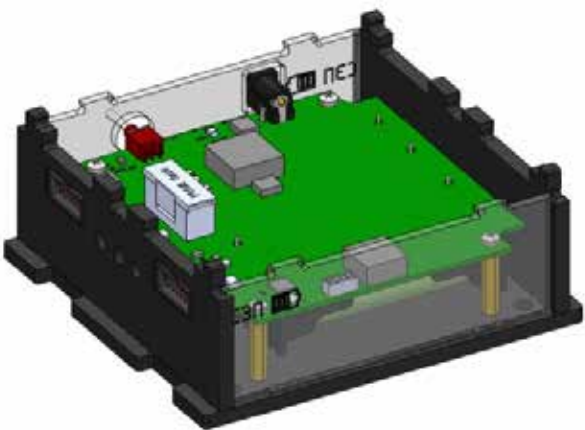

Рисунок 8. Установка второй панели
7) Закрепить вторую прозрачную панель на нижнем основании. Для этого панель провести по направляющим в стенках до основания и защелкнуть (рисунок 8):